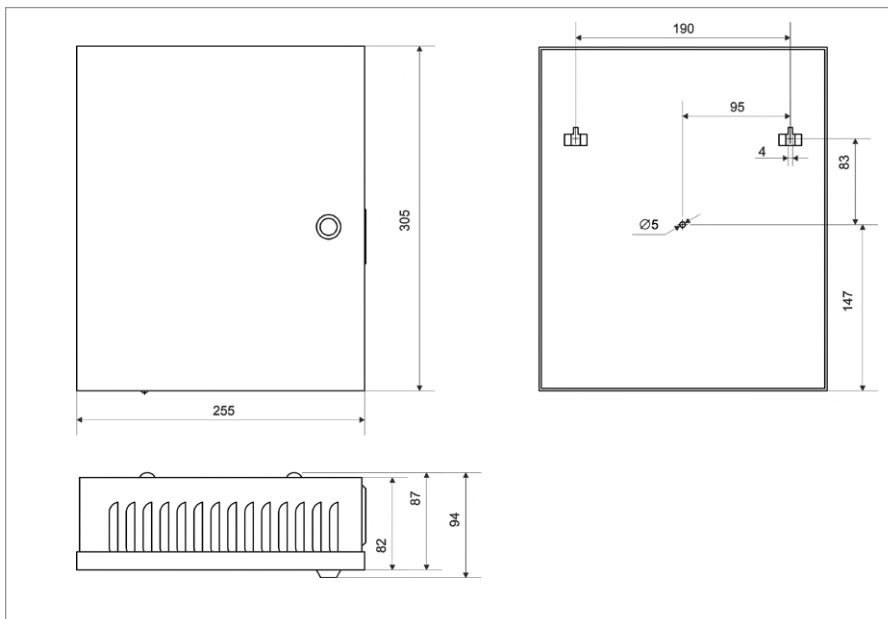

Рисунок 29. Габаритные и установочные размеры блоков «С2000-АСПТ», «Поток-ЗН»
1. Наметьте на стене места для трех установочных отверстий в соответствии с габаритным чертежом Рисунок 29.